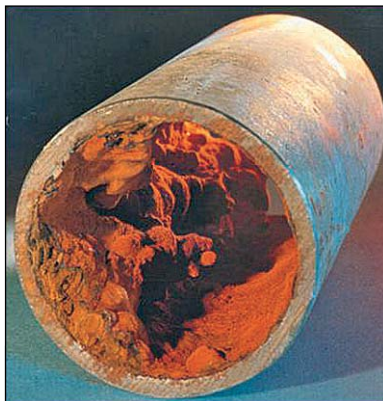

Abb. 1: Korrosion/Verunreinigung in einem Rohr eines Temperiergerätes
- Zykluszeiten verlängern sich durch ein „Zuwachsen“ der Kühlkanäle oder Rohre im Temperiergerät (Abb. 1), was zu einem